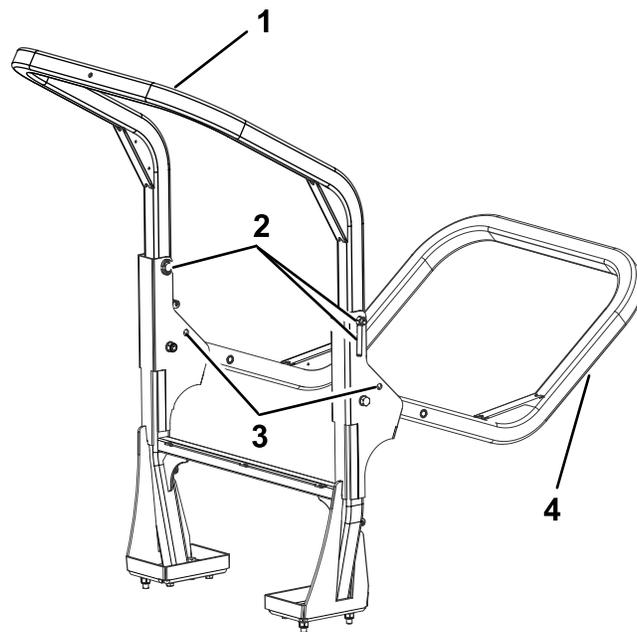

Figure 26
2. Soutenez le poids du cadre supérieur de l'arceau de sécurité pendant que vous enlevez les goupilles de verrouillage et les axes de chape des supports de pivot (**Figure 26**).